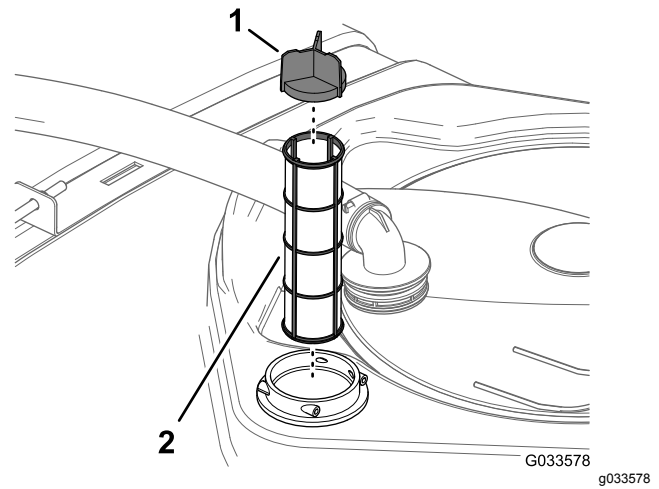

Bild 22
4. Ziehen Sie das Saugsieb aus dem Filtergehäuse im Behälter (Bild 22).